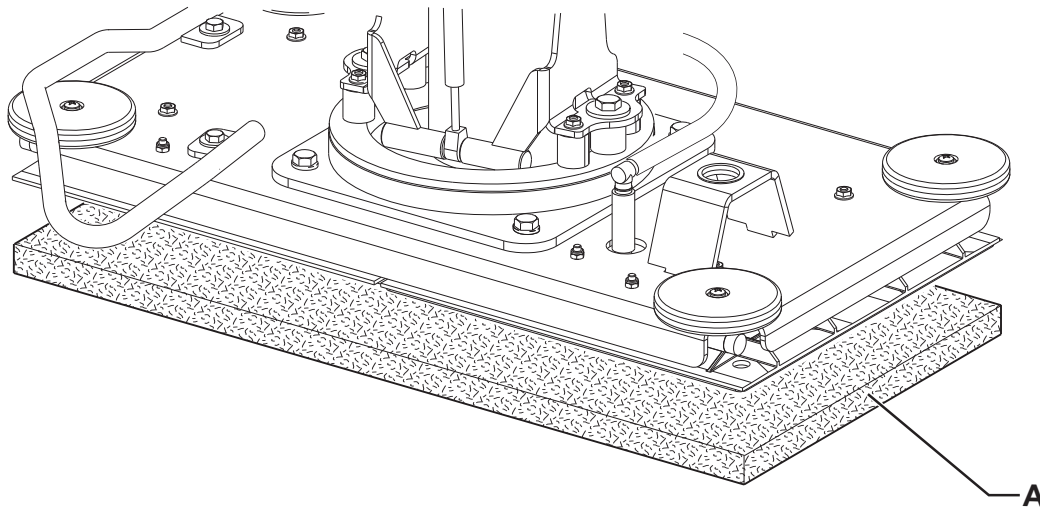

Abbildung 3
2. Den Kopf durch Drücken des Schalters (63) heben.
3. Zündschlüssel (58) in Stellung 0 drehen und abziehen.
4. Pad (A, Abb. 3) so anbringen, dass es in die Platten des Kopfes BOOST® greift.